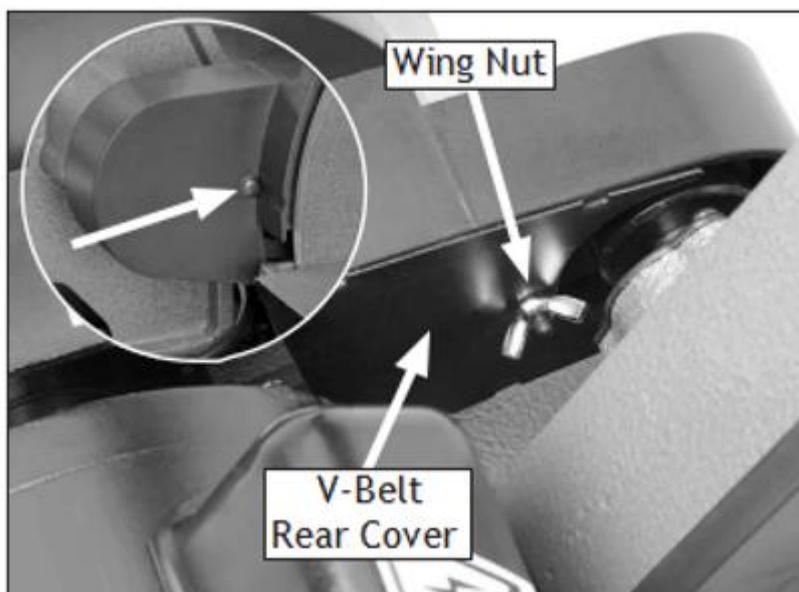

Рисунок 12. Установлена задняя крышка клинового ремня (на вставке показано расположение винта спереди).
8. Установите заднюю крышку клинового ремня, как показано на Рис. 12, и закрепите ее с помощью винта с крестообразной головкой М4.- Винт с крестообразной головкой .7 x 40 и фланцевая гайка.